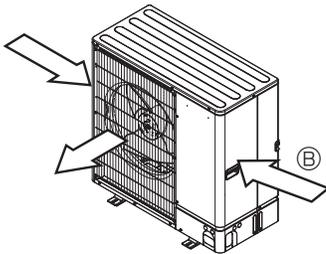

Fig. 2-6
- ③ Bringen Sie die Anlage so an, dass die Abluft aus der Luftaustrittsöffnung im rechten Winkel zu derjenigen Richtung geführt wird, aus der saisonal bedingt starker Wind bläst. (Fig. 2-6)
- ④ Luftauslassführung
- ⑤ Windrichtung